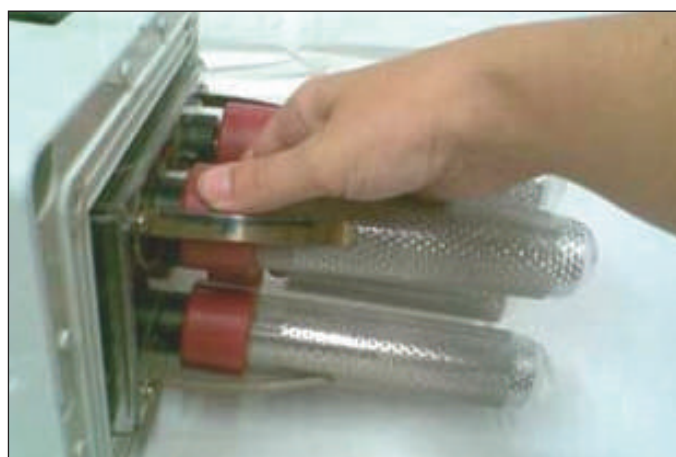
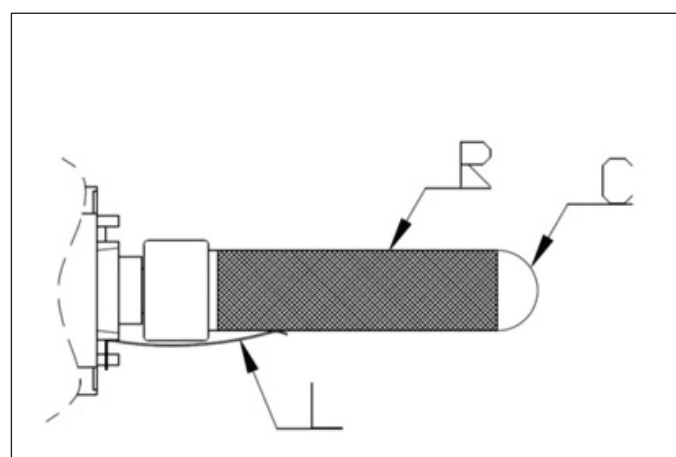

fig. 35
fig. 36
- 4) Svitare delicatamente il condensatore al quarzo (C fig. 36) agendo sulla bussola in plastica rossa alla base del condensatore (fig. 35).
- 5) Sfilare la rete (R fig. 35) esterna al tubo: se l'operazione risulta difficile, ruotare leggermente la rete attorno al condensatore al quarzo.
- 4) Gently unscrew the quartz condenser (C fig. 36) using the red plastic bushing at the base of the condenser (fig. 35).
- 5) Remove the mesh (R fig. 35) from the outside of the tube. If the operation is difficult, lightly rotate the mesh around the quartz condenser.
- 10) Riposizionare la rete metallica sul condensatore sovrapponendola alla griglia interna e controllare che la linguetta (L fig. 36) sia a contatto con la stessa e la preme contro il vetro al quarzo del condensatore (C).
- 10) *Reset the metal mesh on the condenser overlapping the inner grill and check the tab (L fig. 36) is in contact with the metal net and push it against the glass of the capacitor (C).*